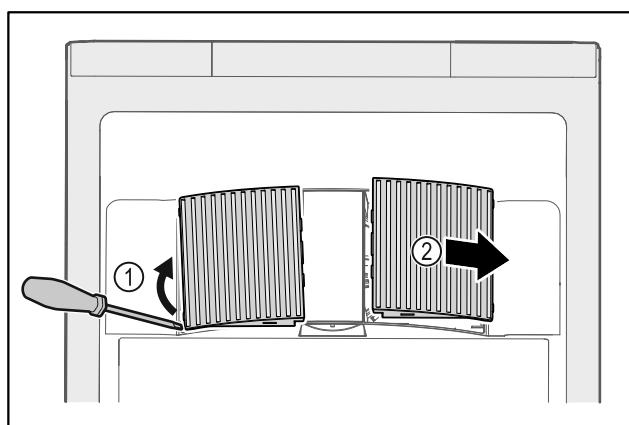

Fig. 34
- ▶ Внимателно повдигнете капаци на вентилаторите отстрани Fig. 34 (1) и ги свалете напред Fig. 34 (2).